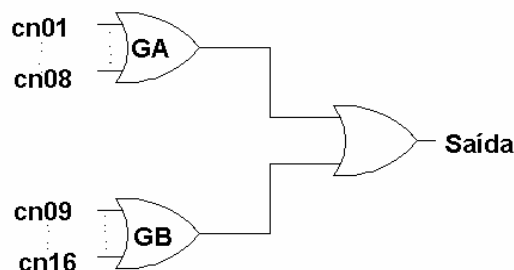

Figura 18 - Operação "OR"
- 2 : É efetuada uma operação lógica OR (ou) entre as saídas definidas por GA e Gb. Por exemplo, se um dado canal for configurado neste modo, a saída referente será acionada quando qualquer um dos canais selecionado por GA e Gb estiver em uma situação de alarme. A figura 18 demonstra este modo de operação.